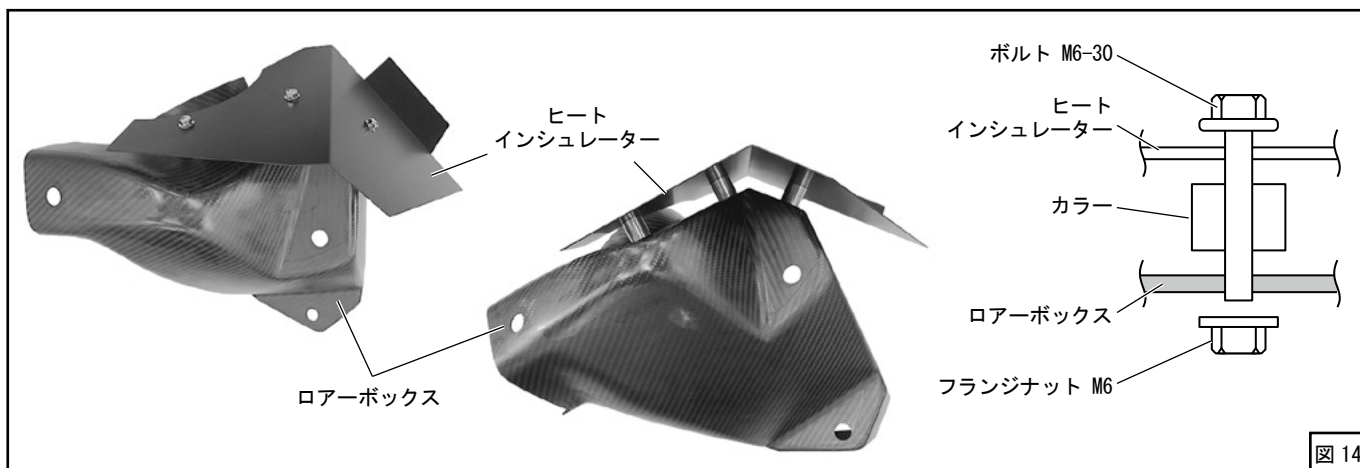

図 14
- (12) ローアボックスにヒートインシュレーターを取付けてください。(図14)